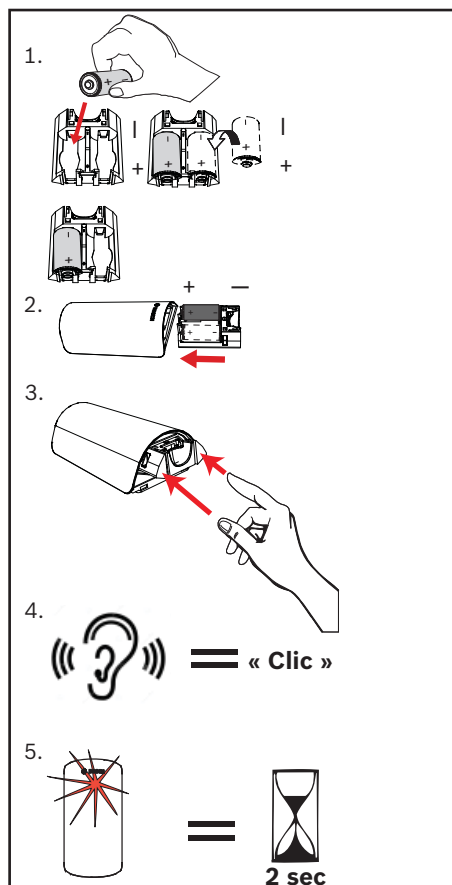

Figure 6.1 : Insertion de la batterie
2. Faites coulisser le bac jusqu'à ce que la partie supérieure soit au même niveau que le boîtier du détecteur et jusqu'à ce que vous entendiez un « clic » indiquant qu'il est bien placé. Le voyant LED s'allume pendant 2 secondes après le « clic ». Voir le schéma d'insertion des piles Figure 6.1.